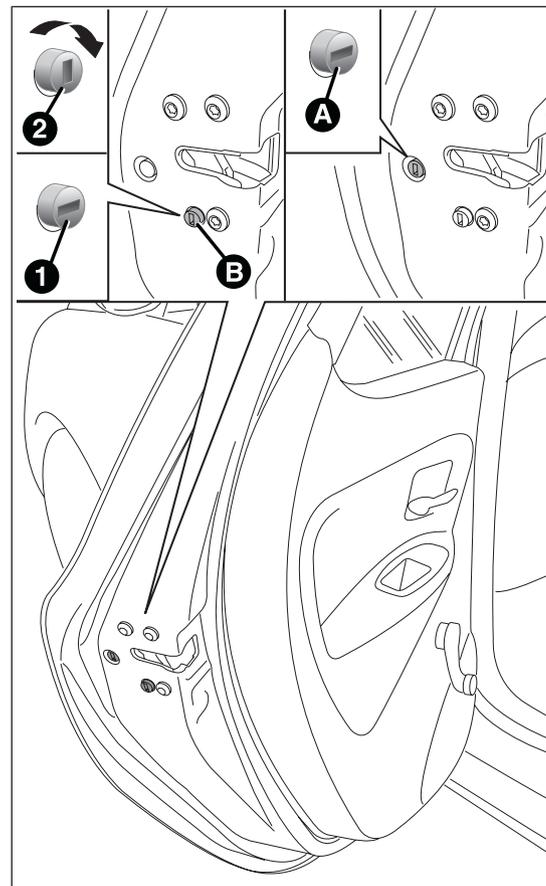
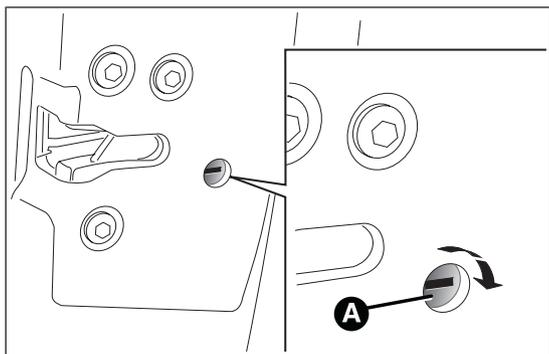

fig. 55
fig. 56
Il dispositivo A fig. 55 è inseribile solo a porte aperte:
- inserire l'inserto metallico della chiave di avviamento nella sede A fig. 56 (porta anteriore lato passeggero) oppure B fig. 55 (porte posteriori) ;
- ruotare la chiave in senso orario e successivamente toglierla dalla sede A fig. 56 oppure B fig. 55.